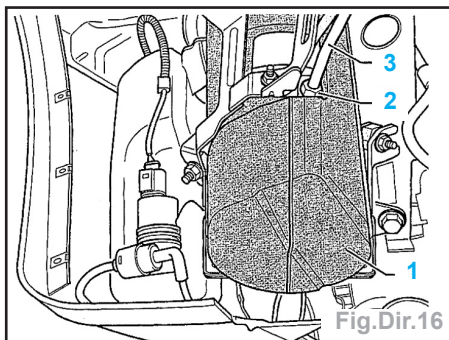

Fig. Dir.16
- Placer un bac récupérateur sous le groupe électro-hydraulique (1) (Fig.Dir.16).
- Dévisser l'écrou (2) de la canalisation (3).